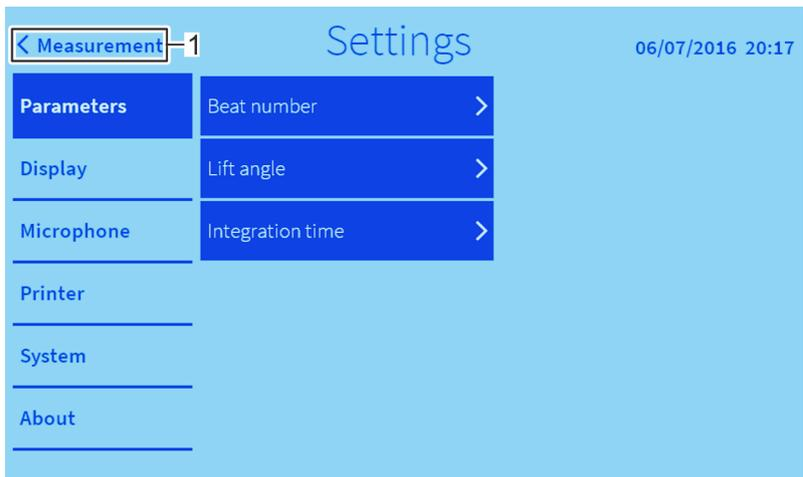

Fig. 29: Exiting settings
- ➔ Press the „Measurement“ (Fig. 29/1) touch button.